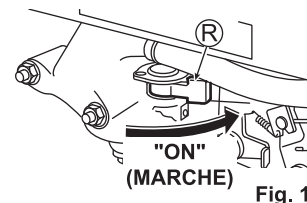

Fig. 10
2. Placez le robinet de carburant (R) sur la position "ON" (MARCHE). (Voir Fig. 10)